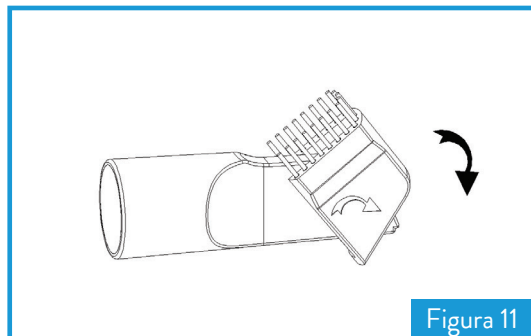

Figura 11
2. Como muestra la figura 11, utilice el lado con cerdas del cepillo compacto girándolo como indica la flecha, para limpiar el sofá, cortinas y el polvo acumulado en adornos.